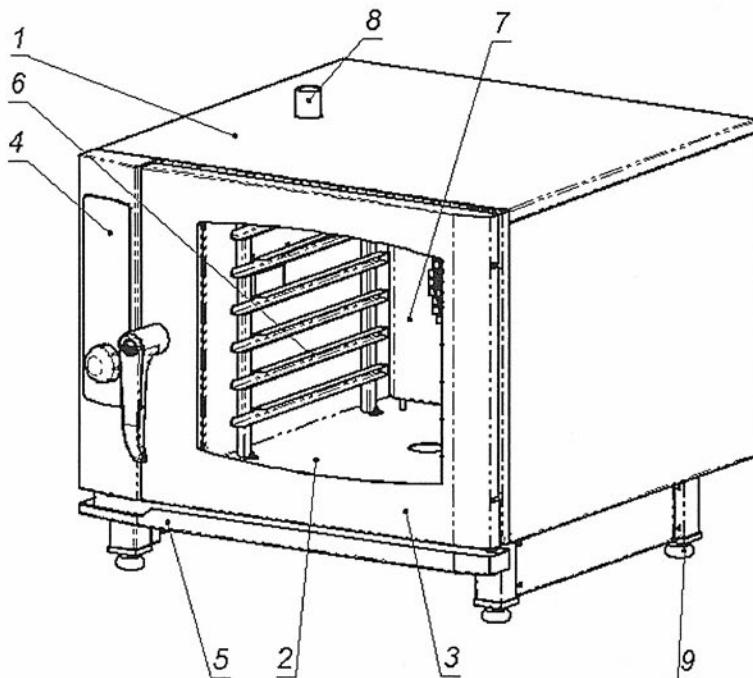
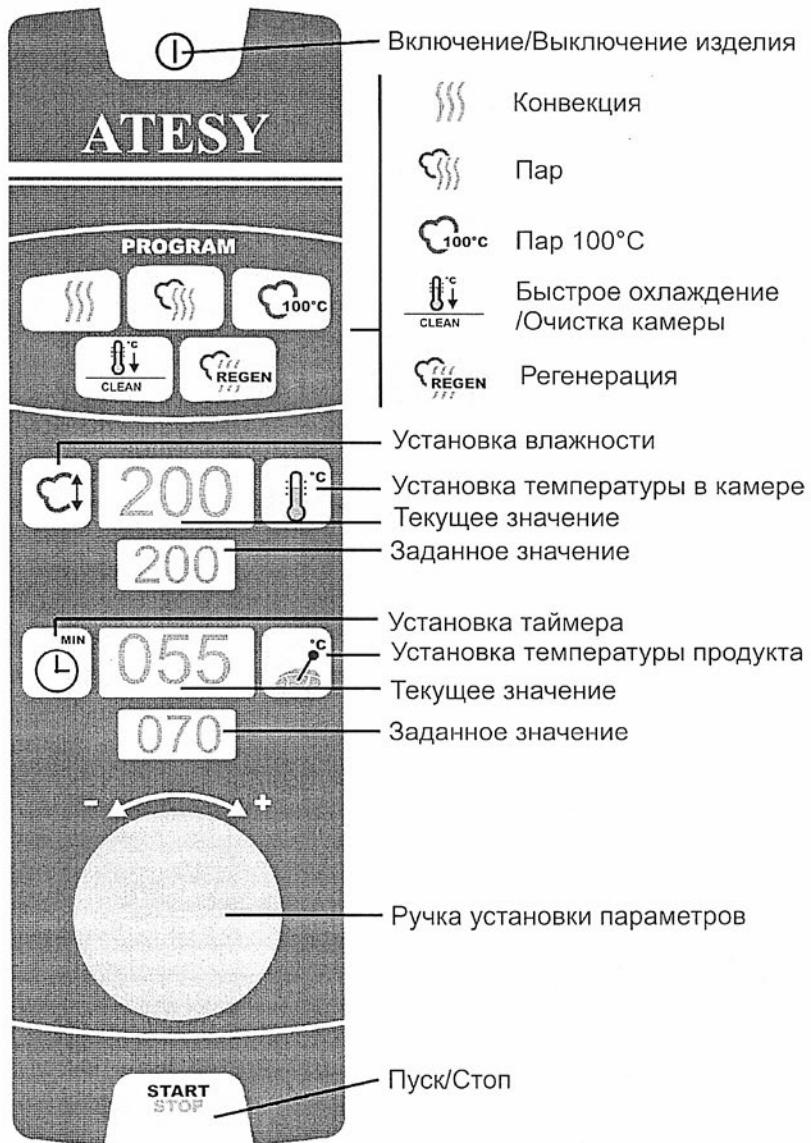

Рис.1 — Общий вид изделия
Рис. 2 — Панель управления
Изделие (см. рис. 1) состоит из корпуса (1), рабочей камеры (2), закрываемой дверью (3). Под дверью расположен лоток (5) для сбора конденсата. На передней части корпуса расположена панель управления (4). В рабочей камере расположены держатели полок (6), которые легко снимаются для обеспечения уборки рабочей камеры. В задней части рабочей камеры расположен вентилятор и ТЭНЫ, которые обеспечивают конвекцию и нагрев воздуха в рабочей камере. В целях безопасности вентилятор и ТЭНЫ отделены от рабочей камеры защитной решеткой (7), снять которую можно только при помощи инструмента. На решетке также расположен лоток для подачи воды на лопасти вентилятора и ТЭНЫ.
4.1. Общий вид изделия приведен на рис. 1, панель управления показана на рис. 2.